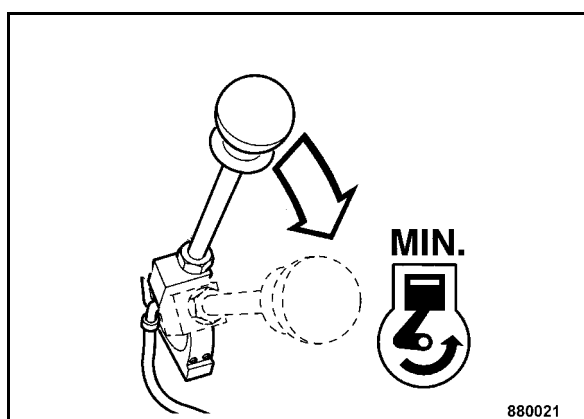

Fig. 45
- Portare la leva di regolazione del regime di giri (Fig. 45) di nuovo nella posizione "MIN.".